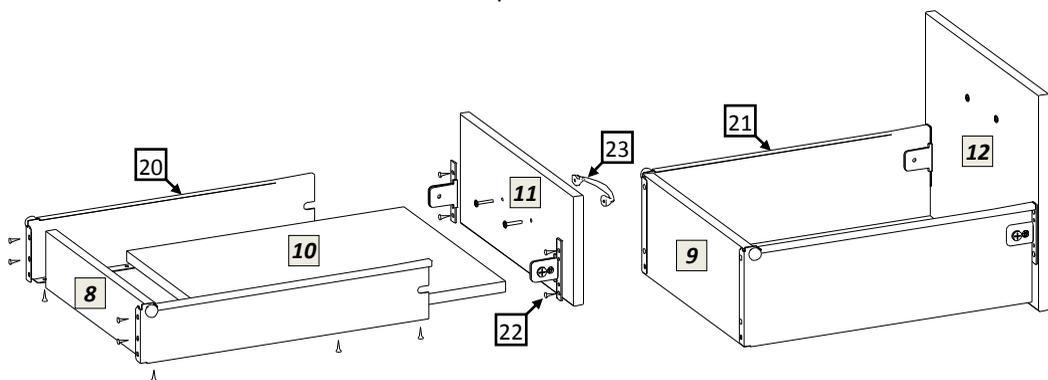

рис.2
- 5.4 Сборка выдвижных ящиков. Схема сборки ящиков показана на рис.2. Шурупами 4x16 соедините заднюю стенку, днище ящика и его фасад с металлическими боковинами направляющего механизма. На фасад ящика установите ручку.